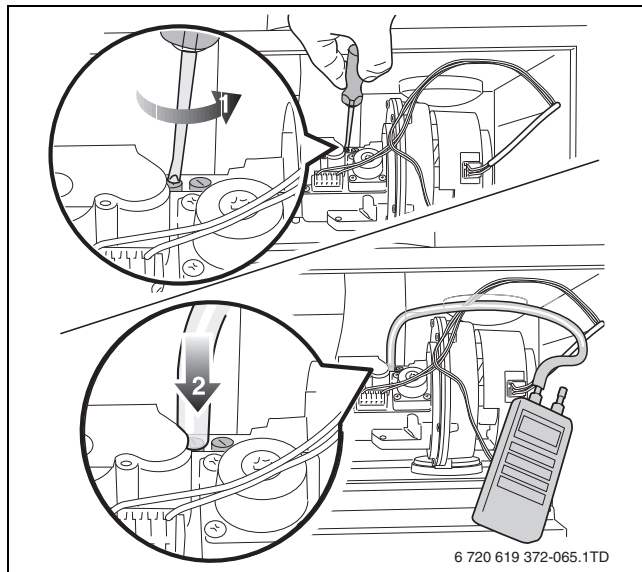

Bild 69 Gas-Anschlussdruck messen
- ▶ Verschlusschraube am Prüfnippel für Gas-Anschlussdruck und Entlüftung um 2 Umdrehungen lösen (→ Bild 69, [1]).
- ▶ Messschlauch des Druckmessgerätes auf den Plusanschluss des Prüfnippels aufstecken (→ Bild 69, [2]).